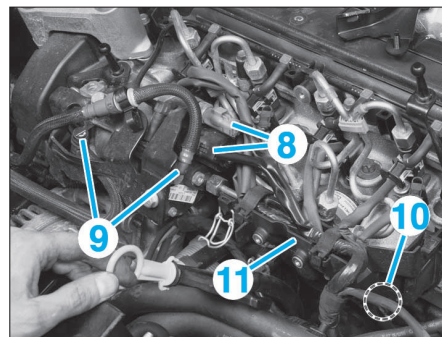

FIG. 59
- Débrancher (Fig.59) :
- les connecteurs électriques (8) de la pompe haute pression,
- les tuyaux (9) d'alimentation et de retour de gazole,
- le connecteur du capteur de pression (10) de la rampe d'injection.